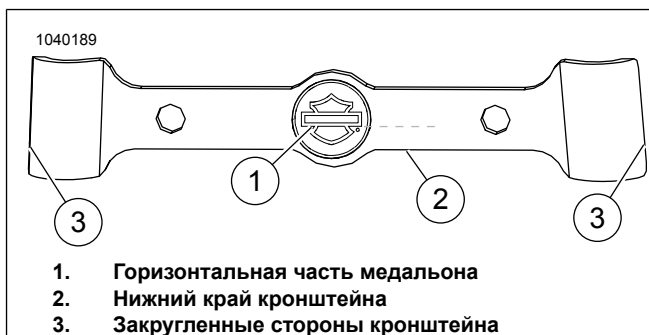

Рисунок 3. Выравнивание медальона
- Рисунок 3 Стороны кронштейна (3) не симметричны. Ширина в верхней части меньше, чем ширина внизу.
- Рисунок 3 Выровняйте горизонтальную часть (1) медальона по нижнему краю (2) кронштейна. Эти два элемента должны быть параллельными.
3. Рисунок 3 Удалите клейкую основу с левой и правой стороны кронштейна (3).